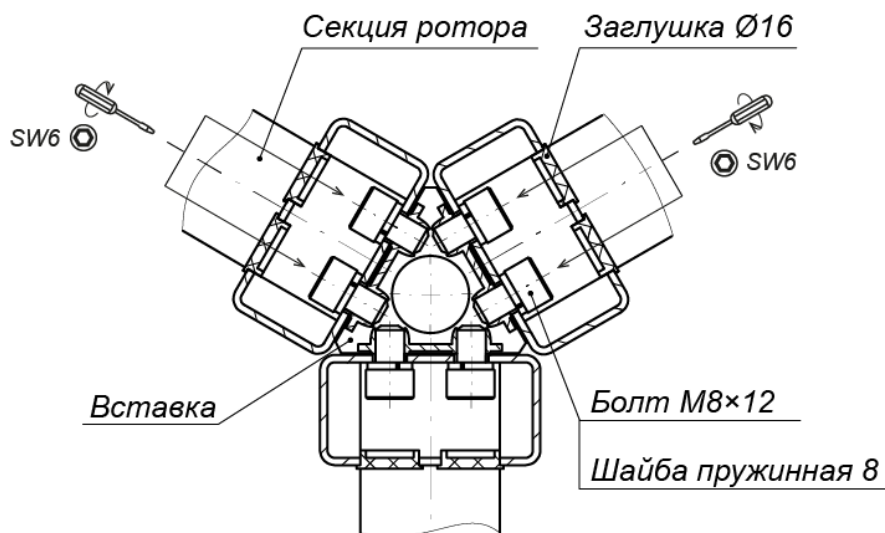

Рисунок 20. Схема соединения секций ротора (1)
- Последовательно закрепите на элементах крепления установленной секции ротора две оставшиеся секции, используя 4 болта М8×14 для верхних точек крепления и 20 болтов М8×12 (ключ SW6) для остальных точек крепления с пружинными шайбами (см. рис. 20). Для монтажа данных болтов рекомендуется использовать инструмент с возможностью фиксации в нем закручиваемого болта, к примеру, для ротора из стали – инструмент с магнитным наконечником (для ротора из нержавеющей стали применены болты также из нержавеющей стали, поэтому для этой цели нужно использовать липкую ленту, намотанную на наконечник, или подходящий пластичный материал).